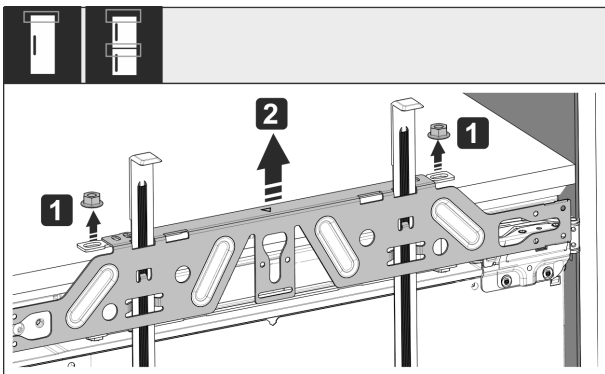

Fig. 52
- ▶ Otpustite protumatice Fig. 52 (1).
- ▶ Skinite Fig. 52 (2) pričvrsnu poprečnu letvicu.